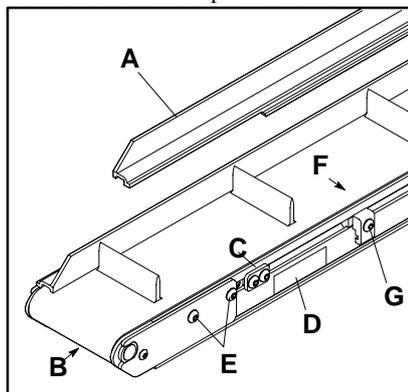

Figure 7
Commencez par desserrer (mais pas enlever) les vis qui retiennent brides du guide (G figure 7) sur le côté du convoyeur à l'opposé de l'ensemble d'entraînement. Enlevez le ou les guides de courroie (A) du convoyeur.